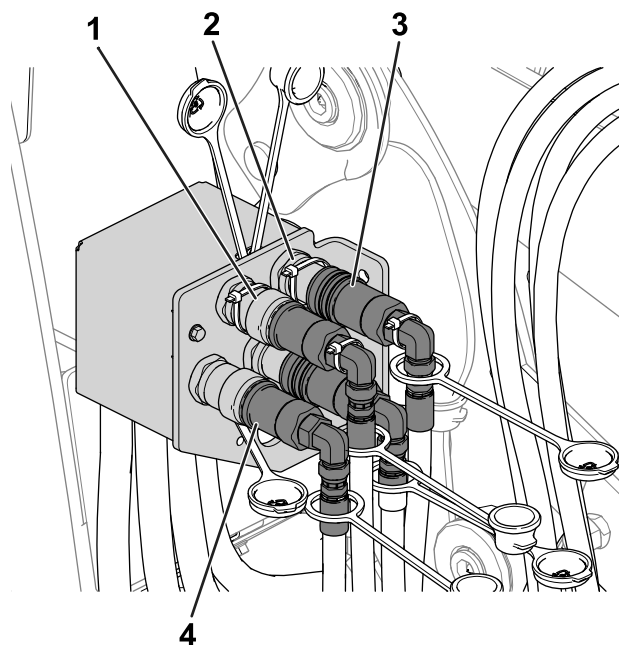

Рисунок 50
7. Выполните следующие действия для отсоединения гидравлических соединителей (Рисунок 50):